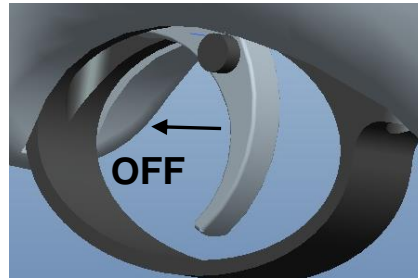

Abb. 2
- ❖ Um die Waffe zu entsichern, drücken Sie die Sicherung in die "OFF" Position. (Abb. 2) Die Waffe ist schussbereit.
- ❖ Sichern Sie die Waffe "ON" (Abb. 2)